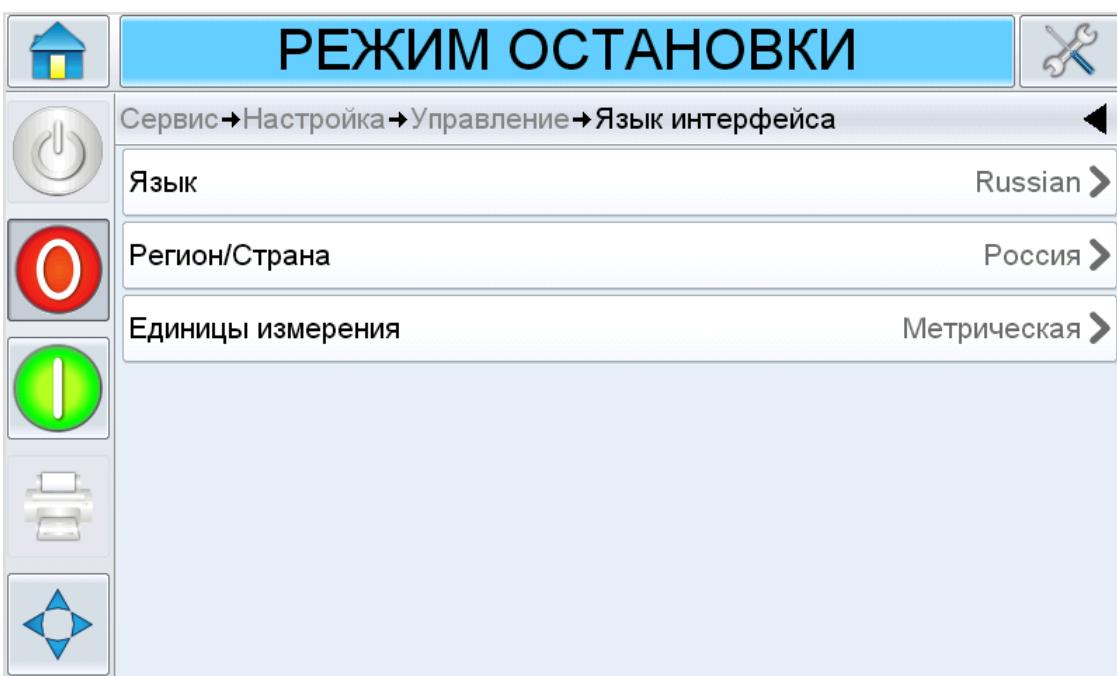

Рис. 4-7: Язык и регион.
1. Перейдите в *Tools (Инструменты) > Setup (Настройка) > Control (Управление) > Internationalisation (Язык и региональные стандарты)*. Текущие язык и регион отображаются, как показано на Рисунок 4-7.